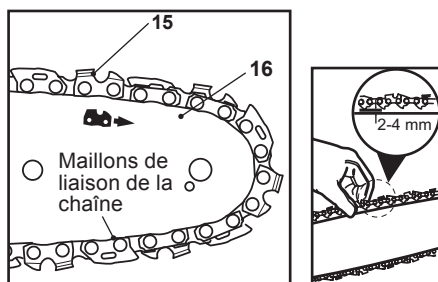
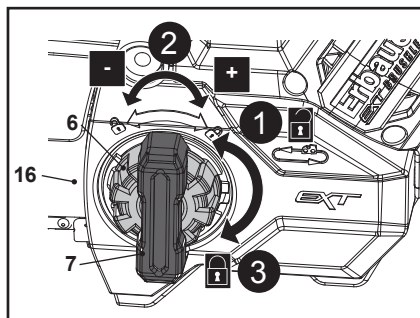

Fig. 7
Fig. 8
1. Placer le produit sur une surface plane adaptée, le couvercle de la scie de jardin (14) orienté vers l'avant.
2. Vérifier la tension de la chaîne en soulevant la chaîne (15) à une main. La tension correcte de la chaîne est obtenue lorsque la chaîne (15) peut être soulevée d'environ 2 à 4mm du guide-chaîne (16) au niveau du centre (Fig. 7).
3. Régler la tension si la chaîne (15) est trop lâche ou trop serrée.
4. Desserrer légèrement la roue de verrouillage (7) dans le sens inverse des aiguilles d'une montre, puis faire tourner la roue de tension de chaîne (6) dans le sens des aiguilles d'une montre ou dans le sens inverse pour régler le guide-chaîne (16) vers la gauche ou vers la droite jusqu'à ce que les maillons de la chaîne touchent à peine le bord inférieur du guide-chaîne (16) et le maintenir dans cette position (Fig. 8, étapes 1, 2).
5. Avec une main gantée, tirer la chaîne (15) le long de la partie supérieure du guide-chaîne (16) d'un bout à l'autre, plusieurs fois. La chaîne (15) doit être tendue au toucher mais se déplacer librement.
6. Après le réglage, resserrer la roue de verrouillage (7) (Fig. 8, étape 3).